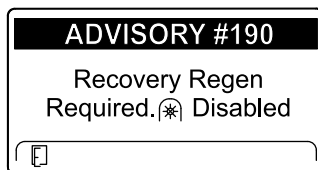

Figure 86
- ADVISORY #190 (avis n° 190), demande de régénération d'urgence – prise de force désactivée, affiché (Figure 86)